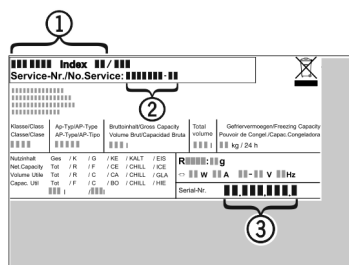

Fig. 7
- ▶ Z typového štítku odčítajte označenie zariadenia Fig. 7 (1), servisné č. Fig. 7 (2) a sériové č. Fig. 7 (3). Typový štítek je na ľavej vnútornej strane zariadenia.
- ▶ Upovedomte zákaznický servis a oznámte chybu, označenie zariadenia Fig. 7 (1), servisné č. Fig. 7 (2) a sériové č. Fig. 7 (3).